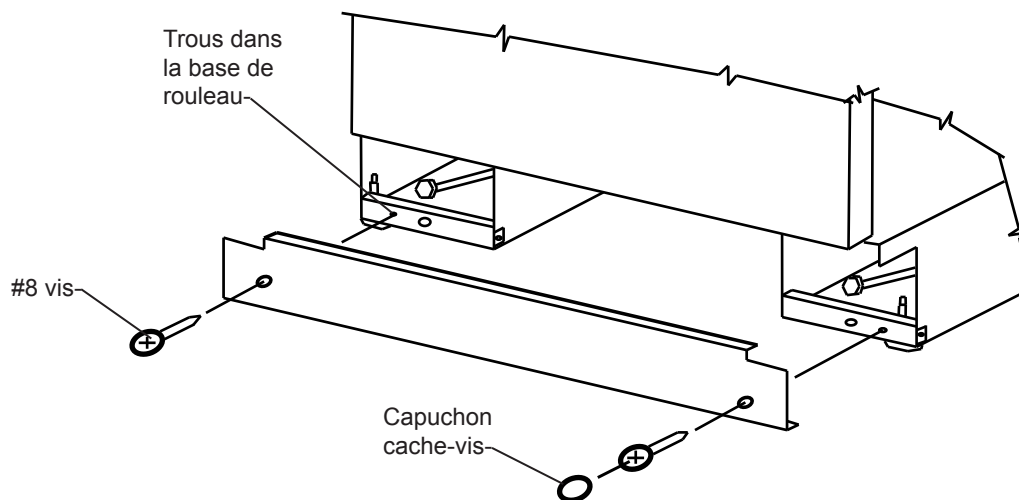

Figure 27
Utilisez deux (2) vis de tôlerie #8 (fournies) pour faciliter le maintien en place de la plaque de plinthe. Montez les vis dans les trous de la base à rouleau. Cachez les têtes de vis avec les capuchons fournis (Voyez la Figure 27).